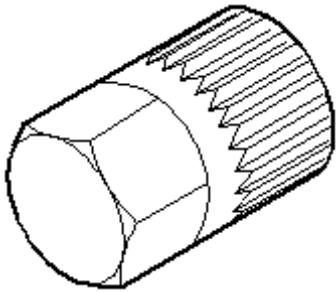

Figure 1: Tool Included (Varies By Application)
5. Engage the included OAD/OAP tool (Figure 1) into a 17mm impact socket on an impact gun (Figure 2).
9. Engage the included tool (Figure 1) into the OAD/OAP.
5. Insérer l'outil OAD/OAP fourni (figure 1) dans une douille à impact de 17 mm sur un pistolet à choc (figure 2).
9. Insérer l'outil fourni (figure 1) dans l'OAD/OAP .